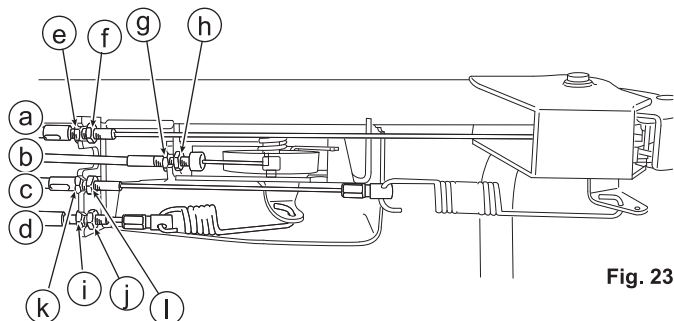

Fig. 23
8.5.1 Alavanca do acelerador (Veja as fig. 23 e 24)
8.5.2 Manipulo da lâmina (Veja as fig. 23 e 25)
3. Verifique se a lâmina pára quando o manipulador da lâmina (C) é libertada.
8.5.3 Manipulo da embraiagem de acionamento (Veja as fig. 23 e 26)
3. Verifique se a máquina pode ser movimentada para trás quando o manipulo da embraiagem de acionamento (B) é libertada.
8.5.4 Alavanca de ajuste de velocidade (Veja as fig. 23 e 27)